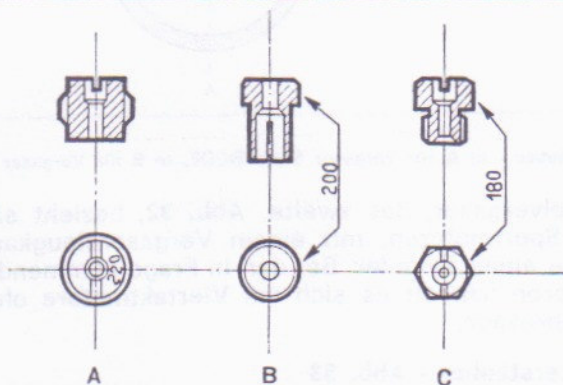

Abb. 36
4) Luftkorrekturdüse - Abb. 36